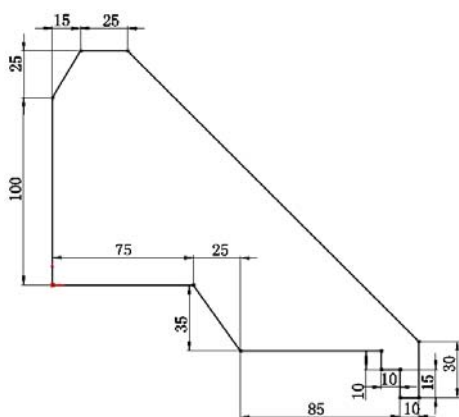

图 13-143 绘制草图 1
(1) 新建文件。启动 SolidWorks 2012，选择菜单栏中的“文件”→“新建”命令，或者单击“标准”工具栏中的（新建）按钮，在弹出的“新建 SolidWorks 文件”对话框中选择（零件）按钮，然后单击“确定”按钮，创建一个新的零件文件。
(2) 绘制草图 1。在左侧的“FeatureManager 设计树”中用鼠标选择“前视基准面”作为绘制图形的基准面。单击“草图”工具栏中的（直线）按钮，绘制并标注草图如图 13-143 所示。